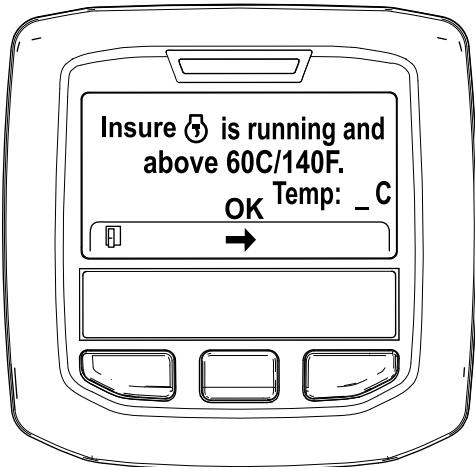

Bild 48
5. Wenn die Kühlmitteltemperatur unter 60°C liegt, wird die Meldung „Insure is running and above 60C/140F“ angezeigt (Bild 48).